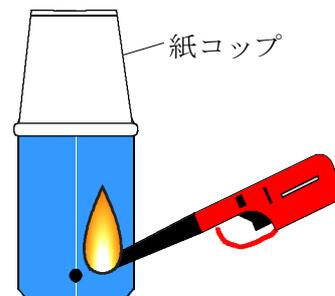

図2
- 4 ガスマッチを用いて、図2のようにボトル缶の下部の穴に火を近づけ、アルコールを爆発させる。